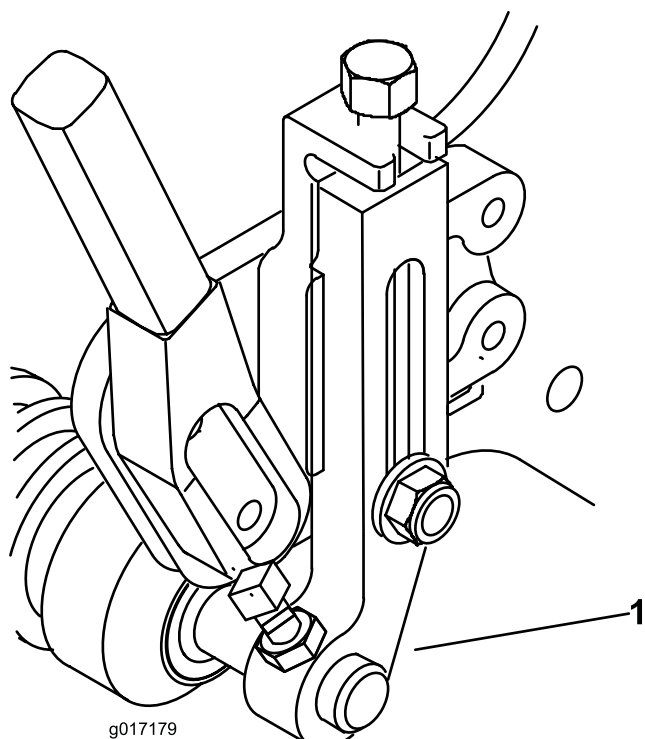

Bild 2
4. Nur Greensmaster 1600: Befestigen Sie die neuen Schnitthöhenarme und die Rolle mit den vorher entfernten Einstellschrauben, Klemmmuttern und Stellschrauben (Bild 2).
in die Vorwärtsstellung gedreht werden, wie in Bild 2 dargestellt.